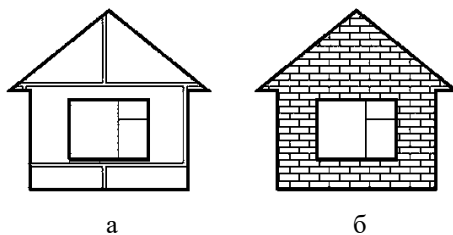

Рисунок 5.3 – Редактирование штриховки
Пример. Изменяя масштаб штриховки, получить изображения как на рис. 5.3.
Если масштаб слишком велик, то количество линий штриховки может оказаться очень малым (даже нулевым) – например, как на рис. 5.3, а. Если масштаб уменьшить в несколько раз, то получится результат как на рис. 5.3, б.
- 2) Выбрать штриховку **Кирпичная кладка**. Нанести штриховку как на рис. 5.3 а.